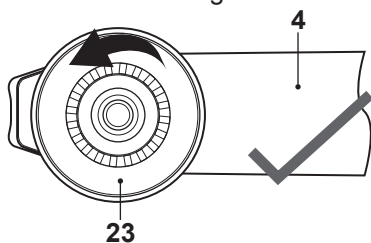

Fig. 3
- > Le disque de tension de chaîne [23] doit être positionné complètement à droite; si nécessaire, tournez-le dans le sens inverse des aiguilles d'une montre (Fig. 3, 4).